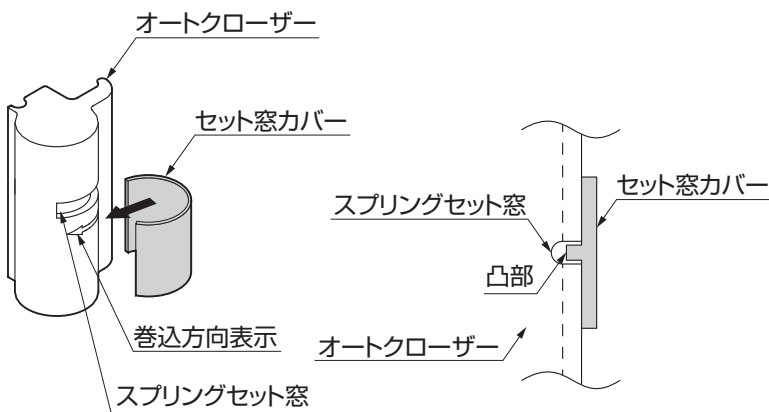
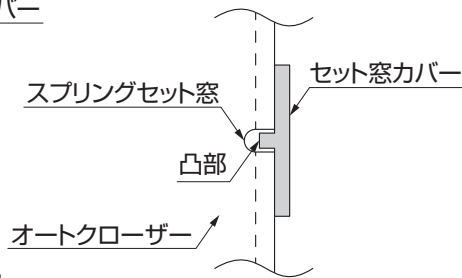

図6-4
図6-5
⑥ スプリングセット窓にセット窓カバー裏の凸部が納まるように、セット窓カバーを取付けてください。(図6-4、図6-5参照)